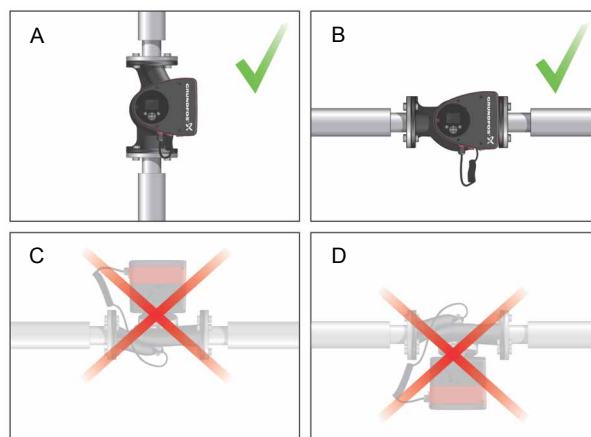

Abb. 7 Pumpe mit horizontal ausgerichteter Motorwelle
- Richtig eingebaute Pumpe in einer vertikal verlaufenden Rohrleitung, siehe Abb. 7, Pos. A.
- Richtig eingebaute Pumpe in einer horizontal verlaufenden Rohrleitung, siehe Abb. 7, Pos. B.
- Die Pumpe niemals so einbauen, dass sich die Motorwelle in vertikaler Position befindet, siehe Abb. 7, Pos. C und D.